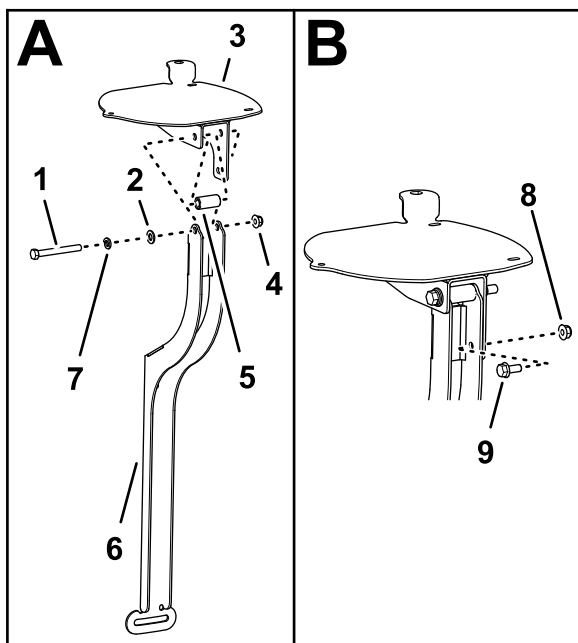

Bild 155
1. Fluchten Sie die Löcher in der Platte des Navigationsempfängers, dem Distanzstück (3/8") und der Empfängerbefestigung aus (Bild 155).
2. Befestigen Sie die Empfängerplatte und das Distanzstück mit einer Schraube (3/8" x 3-1/4") , Sicherungsscheibe (3/8"), Scheibe ((3/8" x 13/16") und Sicherungsbundmutter (3/8") an der Befestigung, wie in Bild 155 abgebildet.
3. Befestigen Sie die Bundkopfschraube (5/16" x 3/4") und die Sicherungsbundmutter (5/16") durch das kleiner Loch in der Empfängerbefestigung und den Schlitz in der Empfängerplatte (Bild 155).